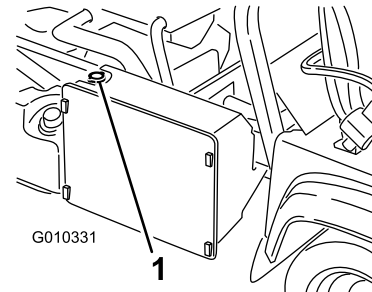

Figura 75
3. Retire el tapón del radiador (Figura 75).
4. Retire el tapón del depósito auxiliar de refrigerante (Figura 75).
7. Rellene el radiador y coloque el tapón (Figura 75).